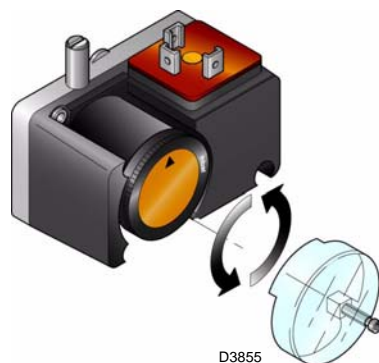

图 28
- 调节最小燃气压力开关 (图 28) 到量程的起始位置。
上述调整结束后，开始调节最小燃气压力开关，此时开关位置应置于量程开始位置 (图 28)。